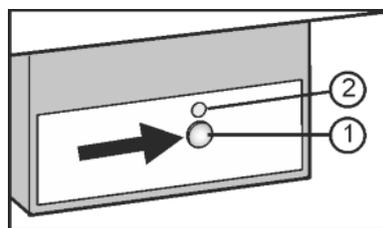

Fig. 20
- ▶ Нажмите и удерживайте кнопку On/Off Fig. 20 (1) так, чтобы светодиод Fig. 20 (2) загорелся.